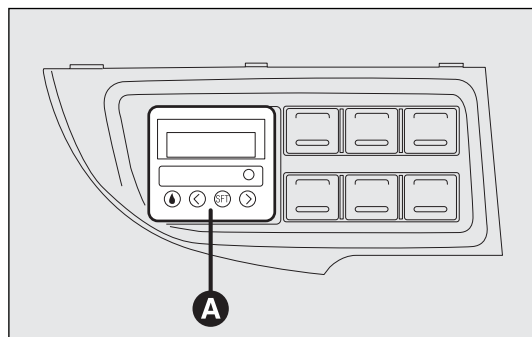

fig. 61
- ☐ un temporizador digital A-fig. 61 para programar la hora de encendido del calefactor o para la activación manual del mismo.